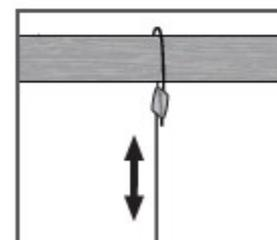

FIGURE 12: ADJUST HEIGHT
9. Отрегулируйте высоту (см. рисунок 12).